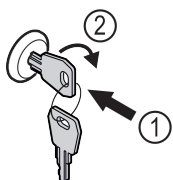

Fig. 120 Példaként szolgáló ábrázolás
- Dugja be a kulcsot Fig. 120 (1).
- Forgassa el a kulcsot 90°-kal az óramutató járásával megegyező irányba Fig. 120 (2).